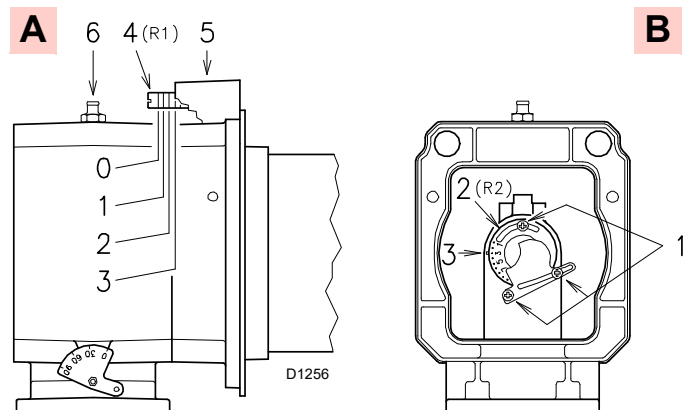
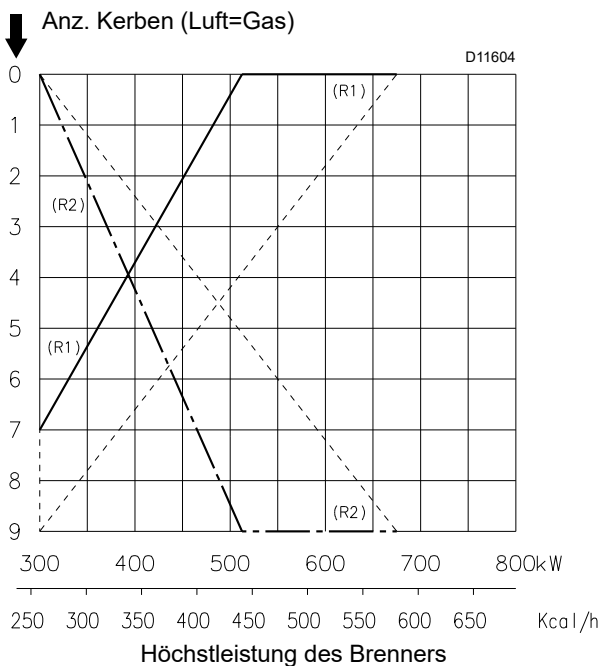

Abb. 13
Abb. 14
An dieser Stelle der Installation sind Flammrohr und Muffe gem. Abb A)(Abb. 13) am Kessel befestigt.
- Luft R1 (A, Abb. 13)
- Gas/Luft R2 (B, Abb. 13)
Im Diagramm (Abb. 14) finden Sie die Markierung, auf die Sie sowohl die Luft als auch das Gas einstellen müssen.
Drehen Sie die Schraube 4)(Abb. 13) bis die gefundene Kerbe mit der Vorderseite 5)(Abb. 13) des Flansches übereinstimmt.
Lösen Sie, um die Einstellung zu erleichtern, die Schraube 6)(Abb. 13), nehmen die Einstellung vor und ziehen sie dann wieder fest.
Lockern Sie die 3 Schrauben 1)(Abb. 13) und drehen die Nutmutter 2) bis die gefundene Kerbe mit dem Index 3) übereinstimmt. Ziehen Sie die 3 Schrauben 1) fest.
Aus dem Diagramm (Abb. 14) geht hervor, dass für diese Leistung folgende Einstellungen gelten:
Das Diagramm (Abb. 14) zeigt eine optimale Einstellung für einen Heizkesseltyp gemäß Abb. 3 auf Seite 10. Wenn es der Gasdruck zulässt, lassen sich durch das Schließen der Nutmutter 2)(Abb. 13) Reduzierungen bei der Bildung von NOx erzielen.